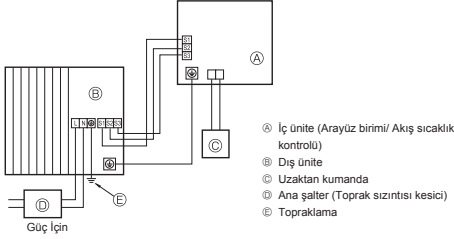
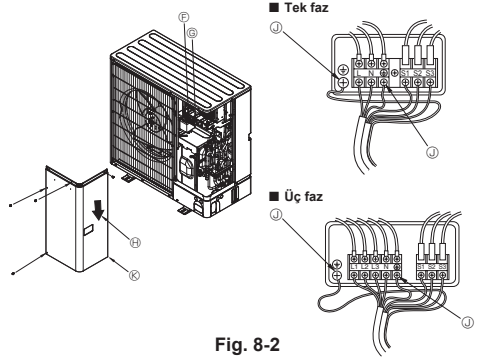

Fig. 8-1
Fig. 8-2
8.1. Dış ünite (Fig. 8-1, Fig. 8-2)
- 2 Fig. 8-1 ve Fig. 8-2'ye bakarak kabloları bağlayın.